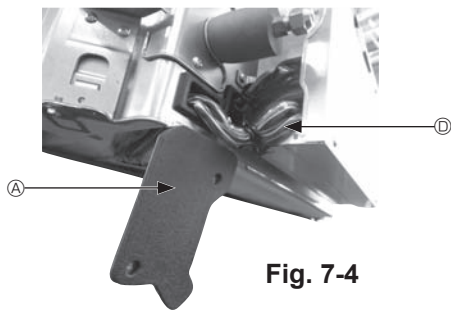

Fig. 7-4
- ① Die beiden Befestigungsschrauben der Kabelabdeckung am Hauptgerät entfernen und die Abdeckung abnehmen.
- ② Das Kabel des i-See-Sensors und Signalempfängers durch die Kabeleinführungen am Elektrokasten (siehe Abbildung) und um die Buchsen an der Seite des Hauptgerätes verlegen. (Fig. 7-4)